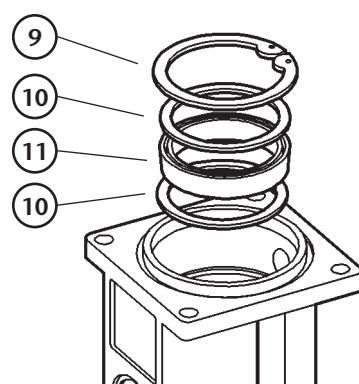

Fig. 10
5. Remove the pump piston (8) and dismount the circlip (9), the washers (10) and the seal (11) (fig. 10). Check the pump piston for scratches and replace damaged parts.
6. Assemble the pump following the previous instructions, reversing each step. Use sealer on the threads of the inverting set (4).
5. Quitar el vástagos (8) y desmontar el anillo de seguridad (9), las arandelas (10) y el collarín (11) (Fig. 10). Verificar que el vástagos no esté rayado y sustituir piezas deterioradas.
6. Volver a montar en orden contrario. Aplicar sellador en la rosca del conjunto inversor (4).
5. Retirer le piston (8) et démonter l'anneau de sécurité (9), les rondelles (10) ainsi que le collier (11) (voir Fig.10). S'assurer que le piston n'est pas rayé et remplacer les pièces endommagées si nécessaire.
6. Remonter le tout en suivant le processus inverse. Appliquer de la pâte d'étanchéité au niveau du filet de l'ensemble inverseur (4).
5. Den Kolben (8) entfernen und den Sprengring (9), die Beilagscheibe (10) und die Dichtung (11) zerlegen (Bild 10). Kolben auf Kratzer prüfen. Evtl. beschädigte Teile ersetzen.
6. Gemäss dieser Anleitung den Zusammenbau Schritt für Schritt in umgekehrter Reihenfolge durchführen. Das Gewinde am Umkehrschalter (4) abdichten.